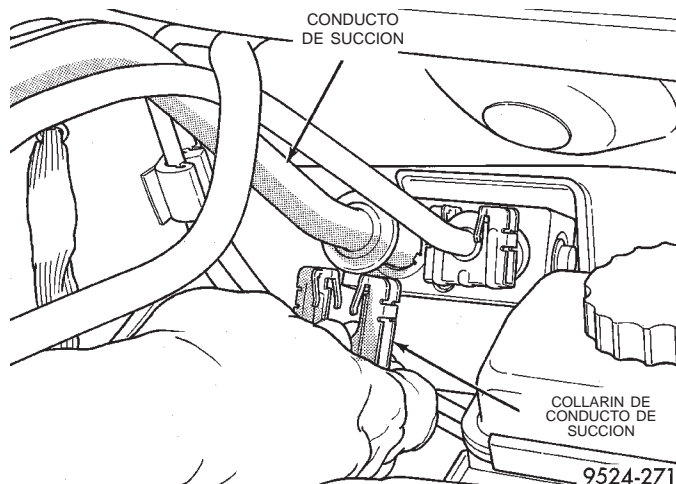

Fig. 71 Collarín de conexión rápida
- (3) Retire el collarín de conexión rápida (Fig. 71). Desconecte la conexión rápida del extremo de la válvula de expansión, con el juego de herramientas especiales 7193.